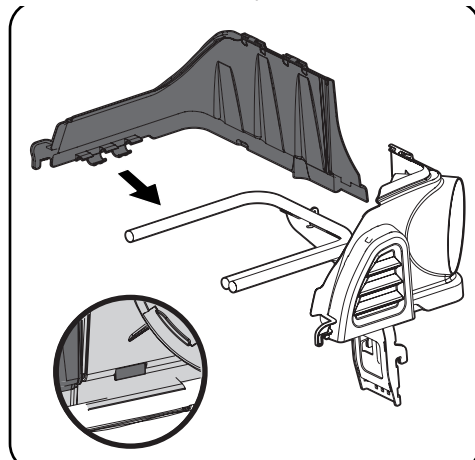

Figure 4-14
1. Insérez le support en plastique de la goutlotte supérieure en clipsant d'abord la partie latérale sur la barre (1) de support de l'ensacheuse, comme illustré à la Figure 4-14.
2. Insérez la partie avant de la goutlotte de descente à la barre (2), comme illustré à la Figure 4-14.